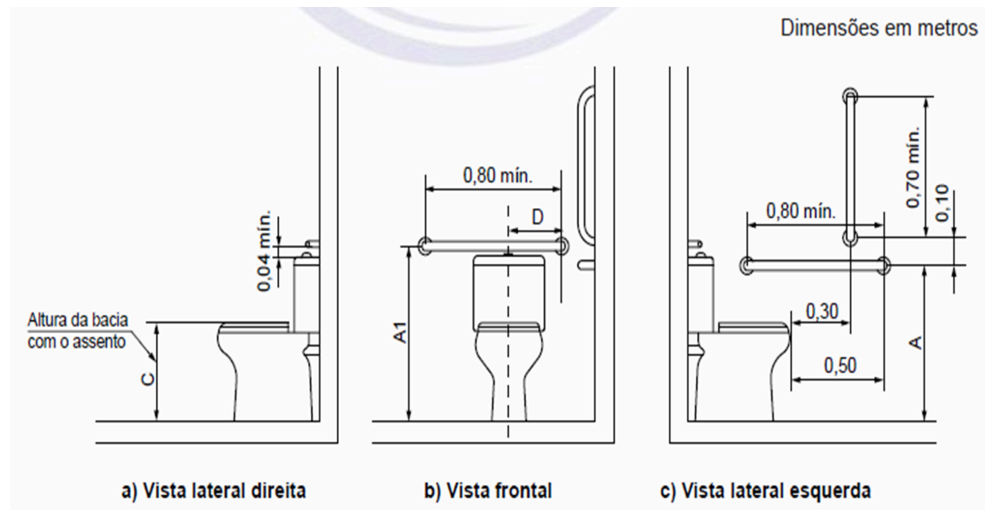

Figura 12.3 Barras na bacia sanitária com caixa acoplada (NBR 9050/2020).
- As barras de apoio junto às bacias sanitárias com caixa acoplada devem ter 80 cm de comprimento e serem dispostas de acordo com a NBR 9050/2020 (Figura 12.3 e 12.4).